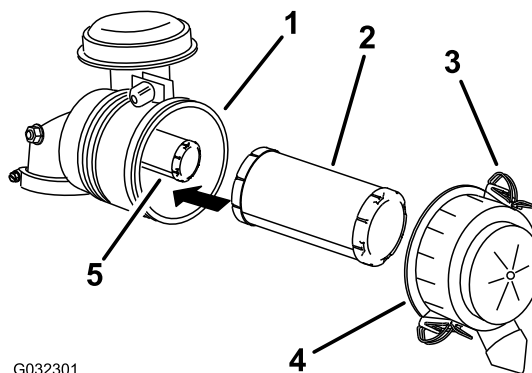

Figure 50
3. Déverrouillez le filtre à air et détachez le couvercle du boîtier du filtre (Figure 50).
5. Sortez le préfiltre du boîtier du filtre avec précaution (Figure 50).
2. Si vous remplacez l'élément filtrant de sécurité, insérez-le avec précaution dans le boîtier du filtre (Figure 50).
3. Glissez le préfiltre sur l'élément de sécurité avec précaution (Figure 50).
4. Reposez le couvercle du filtre à air, le côté portant l'inscription **UP** en haut, et fermez le verrou (Figure 50).